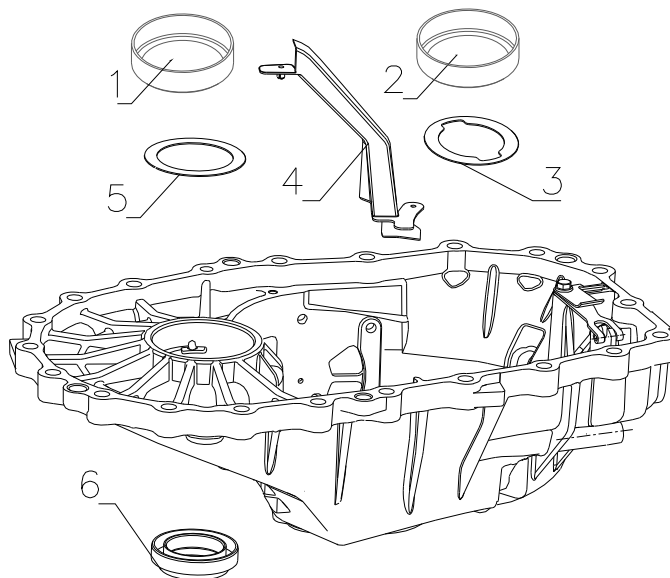

图13
a) 用专用工具将圆锥滚子轴承外圈(1)、(2)后箱体中取出，检查表面是否磨损严重，如果磨损严重，则更换整套圆锥滚子轴承；检查调整垫片(3)、(5)，差速器油封(6)、挡油板槽(4)是否有损坏，如果有损坏，请从后箱体上取出差速器调整垫片(5)，挡油板槽(4)、副轴调整垫片(3)、差速器油封(6)，并更换相同规则的零件；(见图13)